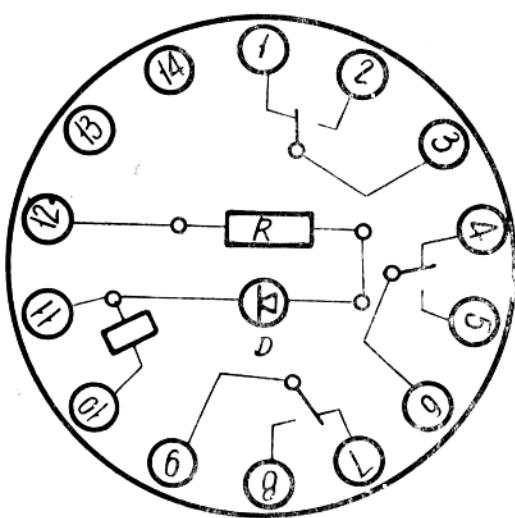

图1 继电器内部接线
继电器结构系插入件壳体，其外形尺寸，安装开孔及内部接线见附图1～3。
附图1 外形尺寸图
12、继电器寿命：①按第8条规定负荷下寿命为 10^4 次②机械寿命为 10^6 次。
13、继电器外形及安装尺寸见图2，继电器内部接线见图1。
(1) 继电器主要由变流器BL，灵敏元件GHJ，出口中间元件ZJ（干簧中间继电器），滤波元件，外壳，插件等组成；
(2) 其结构为插入式，如图1所示。